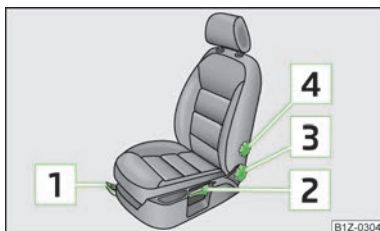

Fig. 40
- Trageți în sus de maneta  » fig. 40 și deplasați scaunul în poziția dorită.
- Dacă doriți să ridicați scaunul, ridicați maneta  » fig. 40 în sus, respectiv pompați.
- Eliberați spătarul (nu vă sprijiniți) și rotiți rozeta  » fig. 40 pentru a regla înclinația spătarului.
- Rotiți rozeta  » fig. 40 până când se atinge o arcuire optimă în zona lombară a spatelui.